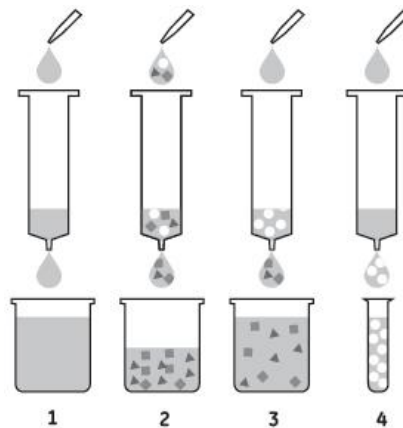

图 1. 使用 rProtein G Beads 4FF 重力柱纯化蛋白流程示意图
**rProtein G Beads 4FF 重力柱**使用请参考以下说明，各溶液用量均按照柱体积计算（例如：2 个柱体积，1 ml 规格对应为 2 ml 溶液，5 ml 规格对应为 10 ml 溶液）。整个纯化流程大约需要 30 min（主要取决于样品体积和溶液的粘稠性），操作快捷。使用流程请参考图 1。